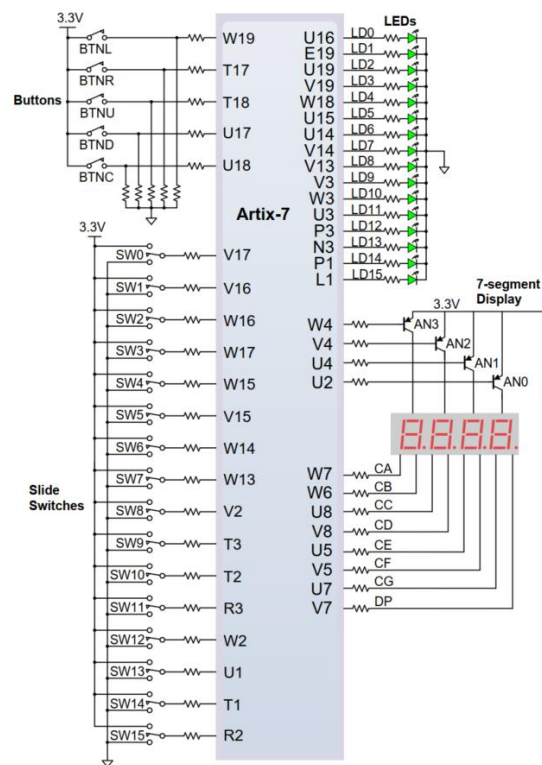

图 8 General purpose I/O devices on the Basys 3
5. 在 Constraints 中添加约束文件 basys3.xdc。实验板设备与 FPGA 管脚对应图 8。